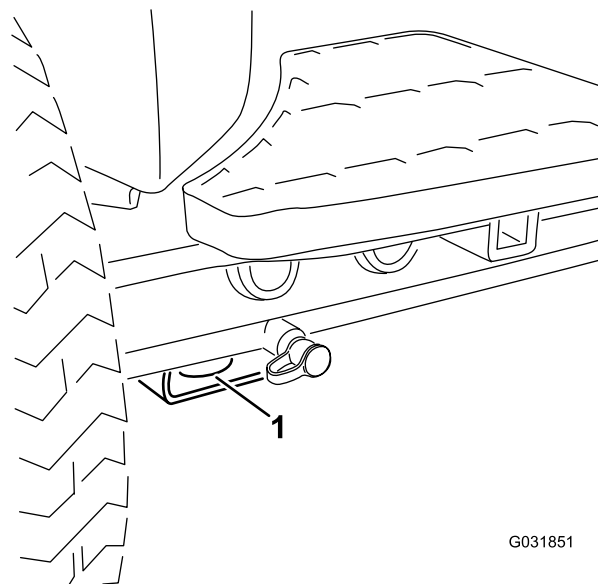

Рисунок 25
- **Передняя часть машины** — отверстие в прямоугольной подкладке под трубой моста, рядом с внутренней стороны каждого переднего колеса (Рисунок 25).